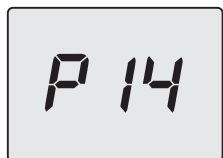

Figura 5.37
- Premere per 1 sec. il tasto 15 (Figura 5.33) per entrare nel parametro selezionato. Il display visualizzerà quanto segue (Figura 5.37).